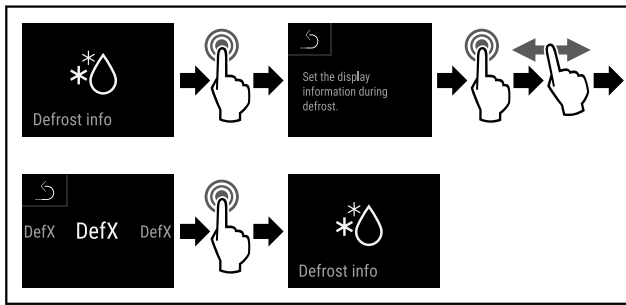

Fig. 135
- ▶ Seguir los pasos de procedimiento (consulte Fig. 135).